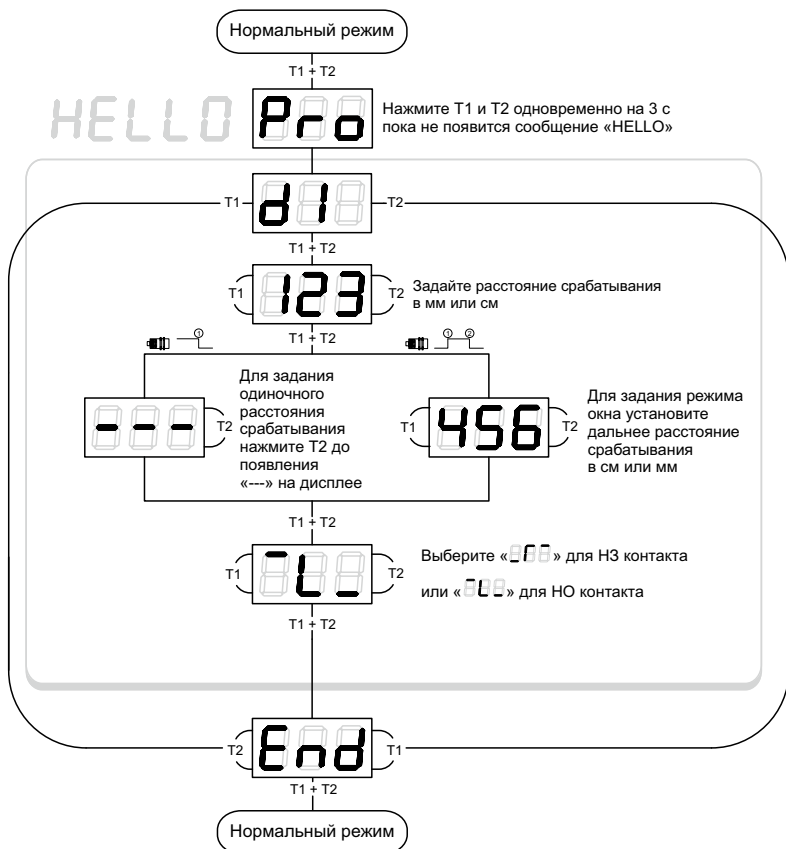

Рисунок 9 – Задание параметров с использованием *LED* – дисплея для датчика сгм+.../D/TC
- 1) С использованием *LED* – дисплея, задание числовых параметров расстояния срабатывания (см. рисунок 9);